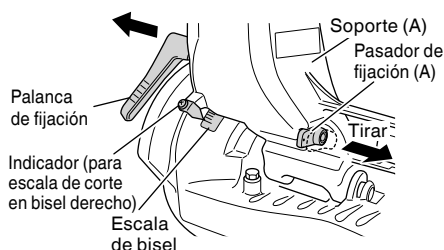

Fig. 29
- (1) Afloje la palanca de fijación e incline la hoja de sierra hacia la izquierda o la derecha. Cuando incline la cabeza del motor hacia la derecha tire del pasador de fijación (A) hacia la parte posterior. La palanca de fijación adopta el sistema de enganche. Cuando el banco de trabajo entra en contacto con el cuerpo principal, tire de la palanca de fijación en la dirección de la flecha tal como se observa en la Fig. 29, y cambie la dirección de la palanca de fijación.
- (2) Ajuste el ángulo de inclinación hasta el valor deseado observando la escala de ángulos de bisel y el indicador, y después asegure la palanca de fijación.
- (3) Siga los procedimientos indicados en los párrafos 4, 5 y 6 anteriores. Con respecto a las dimensiones máximas para biselado, consulte "ESPECIFICACIONES" de la página 92.